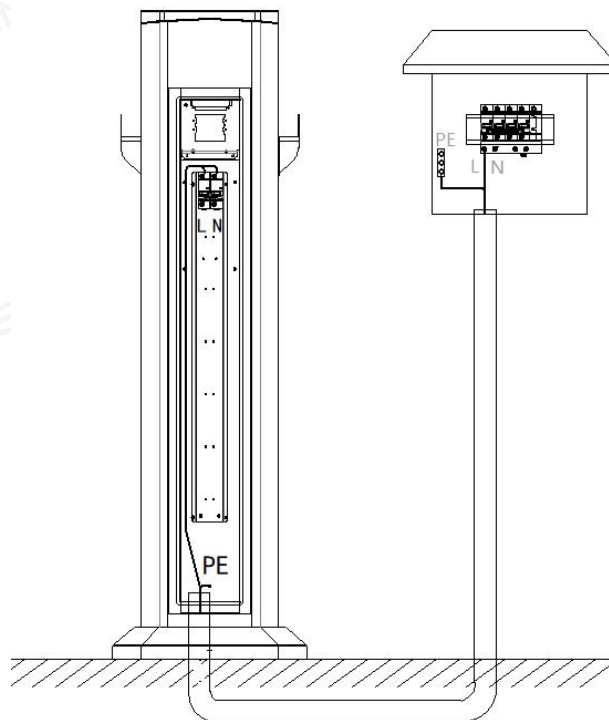

图 7
3. 外部电源端对应连接配电箱断路器输出端的火线零线接口，地线从配电箱接地排上连接，如图 7：